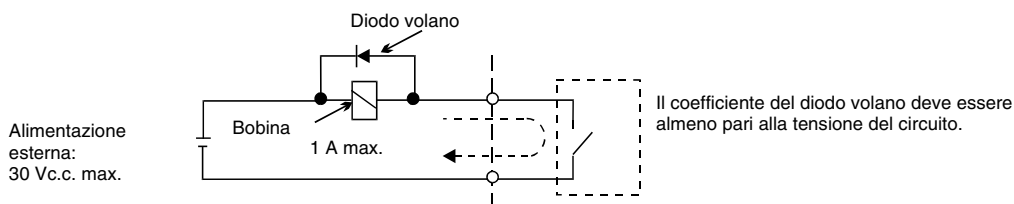

Fig. 6 Collegamento del diodo volano
- \*3. Quando si aziona un carico reattivo, quale la bobina di un relè con alimentazione c.c., inserire sempre un diodo volano come indicato nella Fig. 6